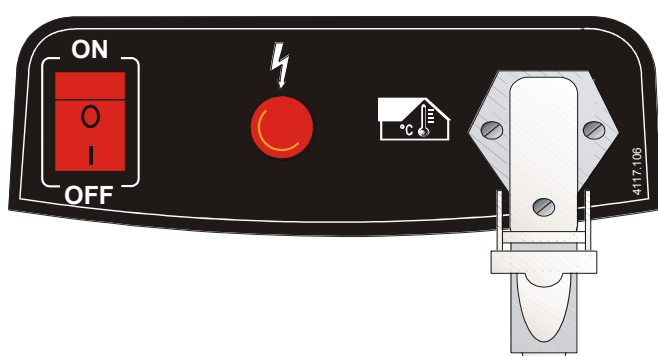
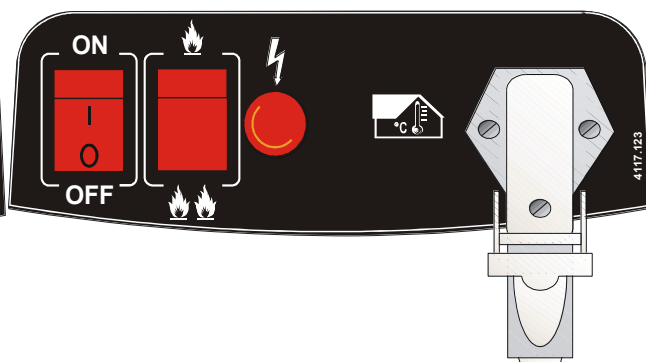

Figure 28 - Console des commandes XL 9ERM.
Figure 29 - Console des commandes XL 9SRM.
2. Regarder si le témoin lumineux de tension du réseau est allumé sur la console des commandes (Fig. 28 et Fig. 29).